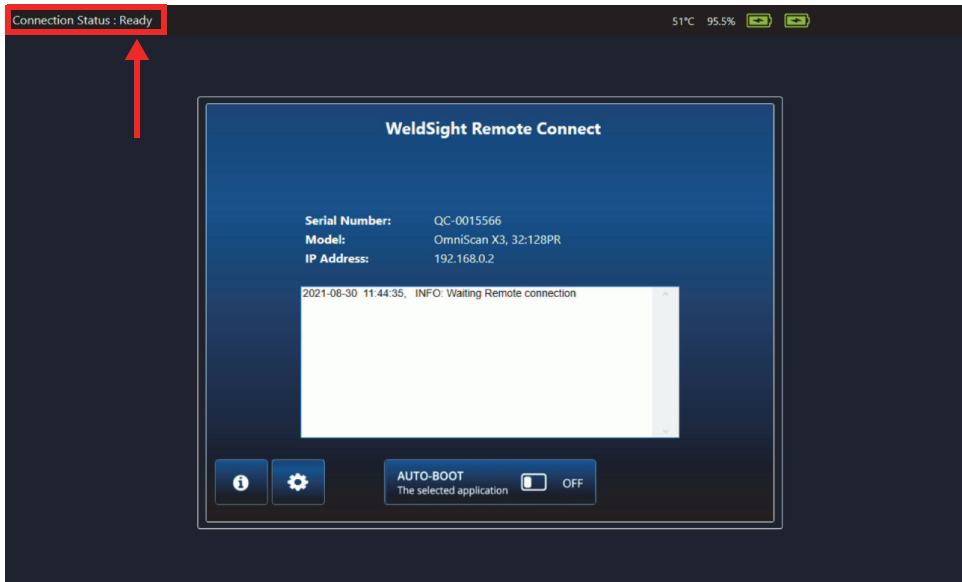

Figura 7-5 Estado de conexión: Ready (Listo)
4. El estado de la aplicación WeldSight Remote Connect debe pasar de **Not Ready** (No preparado) a **Ready** (Listo) cuando el OmniScan X3 detecta una conexión válida con la PC (ver Figura 7-5 en la página 84).